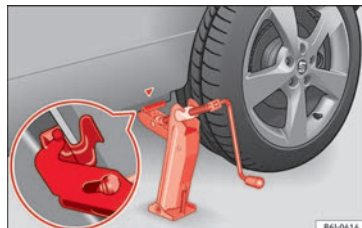

Abb. 161 Wagenheber anbringen
- Richten Sie den Wagenheber so aus, dass seine Klaue den Steg des Unterholms um- fasst und die bewegliche Grundplatte plan auf dem Boden aufliegt » Abb. 161.